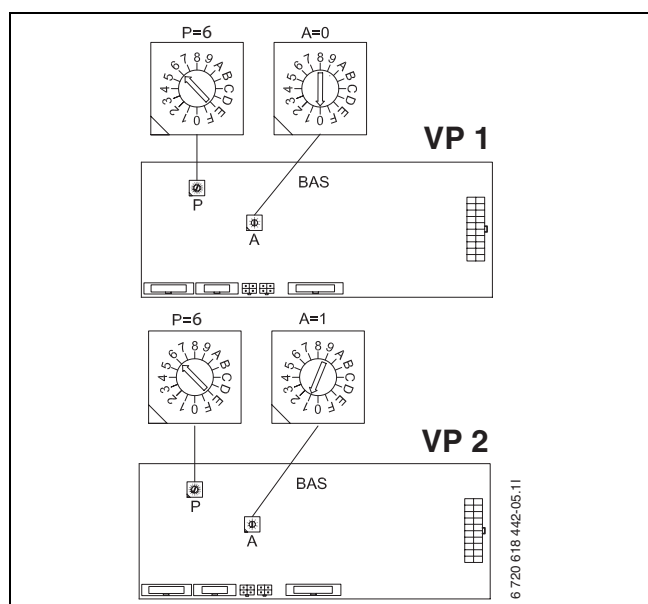

Bild 7 Adressering av värmepump 1 och 2 vid kaskadkoppling.
8. Adressera om BAS (VP2) från A=0 till A=1 (→ bild 7). Sätt terminerings switch i läge Term på PXC (VP2). Sätt terminerings switch i läge Term på PXC (VP1).
8. Adressera om BAS (VP2) från A=0 till A=1 (→ bild 7). Sätt terminerings switch i läge Term på PXB (VP2). Sätt terminerings switch i läge Term på PXB (VP1).